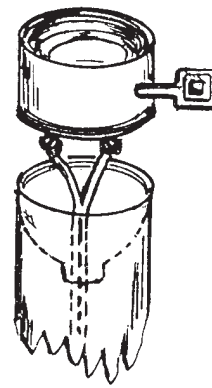

Figura 9
- Conecta los dos conductores del lado superior del tronco en los bornes del plafón (figura 9).